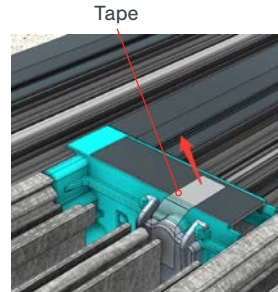

Fig 33
- Retire la cinta adhesiva que se encuentra sobre los desagües transversales de los paneles intermedios (Fig. 33).